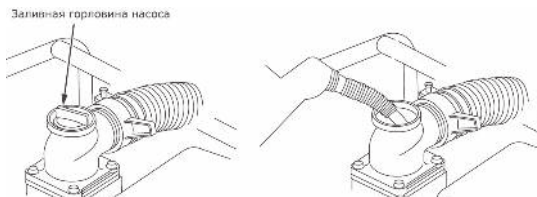

Рис. 7
- Отверните пробку заливной горловины насоса (Рис. 7);